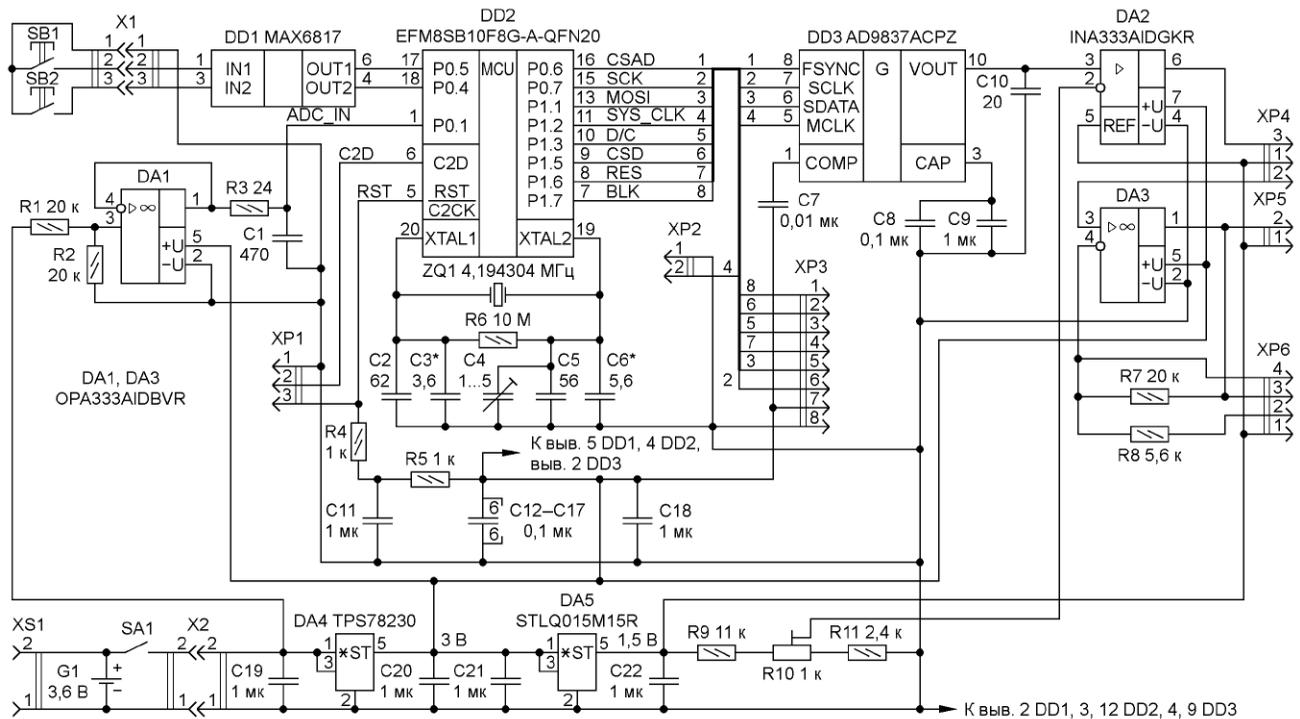
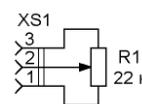
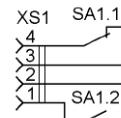

Рис. 1
Рис. 2
Рис. 3
Основа генератора (рис. 1) — МК EFM8SB10F8G-A-QFN20 (DD2) в корпусе для поверхностного монтажа QFN20 размерами 3×3 мм. Сопряжение МК с DDS и дисплеем организовано по однонаправленному интерфейсу SPI, или, другими словами, в эти устройства только передаётся (но не принимается) информация с помощью сигналов SCK и MOSI, а также сигналов выбора кристалла (CS). Для DDS AD9837ACPZ (DD3) используется сигнал CSAD, а для дисплея — CSD. Для тактирования DD3 используется системный тактовый сигнал МК SYS_CLK частотой 4,194304 МГц, который также подаётся на разъём XP2, предназначенный для подключения к частотомеру и служащий для точной настройки частоты. Конденсаторы C7—C9 необходимы для работы DD3. Помимо сигналов интерфейса SPI, в дисплей передаются сигналы D/C (данные/команда), RES (сброс) и BLK, управляющий подсветкой. Все дисплейные сигналы вместе с питанием и общим проводом выведены на разъём XP3, к которому подключается плата дисплея ответным разъёмом. Кварцевый резонатор ZQ1 частотой 4,194304 МГц вместе с резистором R6, подстроечным конденсатором C4 и конденсаторами C2, C3, C5 и C6, подбираемыми при налаживании (см. далее), подключены к выводам XTAL1 и XTAL2 МК.
Как видно из рис. 1, сигнал $V_{\text{outИУ}}$ в формуле (6) подаётся на контакт 3 разъёма XP4, сигнал на неинвертирующий вход ОУ DA3 (вывод 3) поступает с его контакта 2, а аналоговая "земля" (сигнал REF) — на его контакт 1. К этому разъёму ответным разъёмом XS1 (рис. 2) подключён трёхпроводный кабель, второй конец которого соединён с
переменным резистором R1 (СП4-1). Выход ОУ DA3 (вывод 1) подключён к контакту 2 разъёма XP5, а его контакт 1 соединён с аналоговой "землёй". Кроме того, этот сигнал поступает на контакт 3 разъёма XP6, сигнал на инвертирующий вход ОУ (вывод 4 DA3) — с контакта 4 XP6, правый по схеме вывод резистора R8 подключён к контакту 2 XP6, а аналоговая "земля" — к контакту 1. К разъёму XP6 ответным разъёмом XS1 (рис. 3) подключается кабель, второй конец которого соединён с переключателем SA1 (SMTS203) с двумя группами контактов.
С движка переменного резистора R1 (см. рис. 2) напряжение поступает на неинвертирующий вход ОУ DA3. Резисторы R7 и R8 (с допуском 1 %) совместно с группами контактов SA1.1 и SA1.2 тумблера включены так, что в одном положении групп контактов (как на рис. 3) выводы 1 и 4 ОУ замыкаются, а правый по схеме вывод резистора R8 оказывается свободным. В этом случае ОУ представляет собой обычный повтори-
тель напряжения, поданного на его неинвертирующий вход с движка резистора R1 (см. рис. 2). В противоположном положении групп контактов, когда SA1 переключён в противоположную сторону, выводы 1 и 4 ОУ размыкаются, резистор R7 включается в обратную связь ОУ, между его выходом и инвертирующим входом, а резистор R8 подключается к аналоговой "земле". В этом состоянии ОУ становится неинвертирующим усилителем с коэффициентом усиления $K_v = 1 + R7/R8 = 1 + 20/5,6 = 4,57$.
Теперь, резюмируя вышесказанное, имеем следующее. В первом положении переключателя SA1 (см. рис. 3), когда ОУ является повторителем с $K_v = 1$, получаем, что выходное напряжение ОУ может регулироваться переменным резистором R1 (см. рис. 2) от $V_{out} = 0$ В до $V_{out} = 0,212$ В (действующее значение) с амплитудным значением $V_{outAMP} = 0,212 \times \sqrt{2} \approx 0,2998 \approx 0,3$ В. Этот режим работы генератора целесообразно использовать для налаживания различного рода предварительных усилителей, когда источником сигнала являются типовые